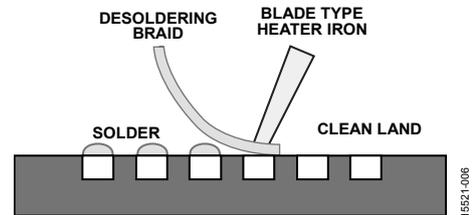

図 6. PCB ランドのハンダ除去
1. ハンダを除去する。ハンダ吸い取り線とブレード・タイプハンダコテを組み合わせて使用して、ランドから余剰ハンダを取り除きます（図 6 を参照）。部品のフットプリントの最大幅に一致するブレード幅を選択します。回路基板が損傷しないように、ブレードの温度を十分に低くする必要があります。ハンダ取りとハンダコテを使用して余剰ハンダを除去する前に、フラックスをランドに塗布できます。